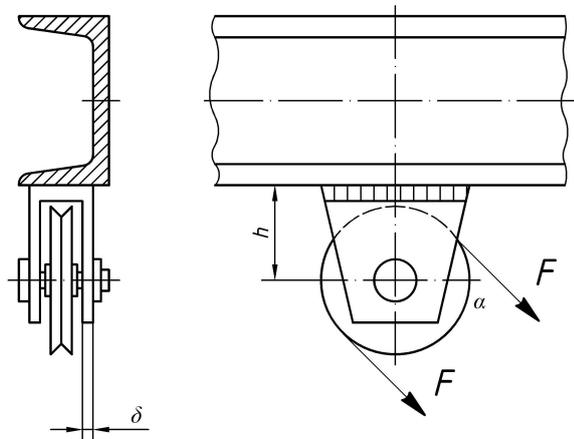

Рис. 5.1. Расчетная схема к задаче № 1
1. Рассчитать сварное соединение, состоящее из серьги, блоков и швеллера (рис. 5.1), по данным табл. 5.1.